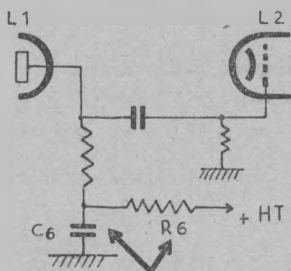

Fig. 12. — Cellule de découplage contre les accrochages et certains ronflements.
- f) Essayons de découpler le circuit anodique de la première BF en réalisant le montage de la figure 12. Dans les cas les plus courants, R_6 fera 25.000 à 50.000 ohms, et C_6 fera 1 microfarad.